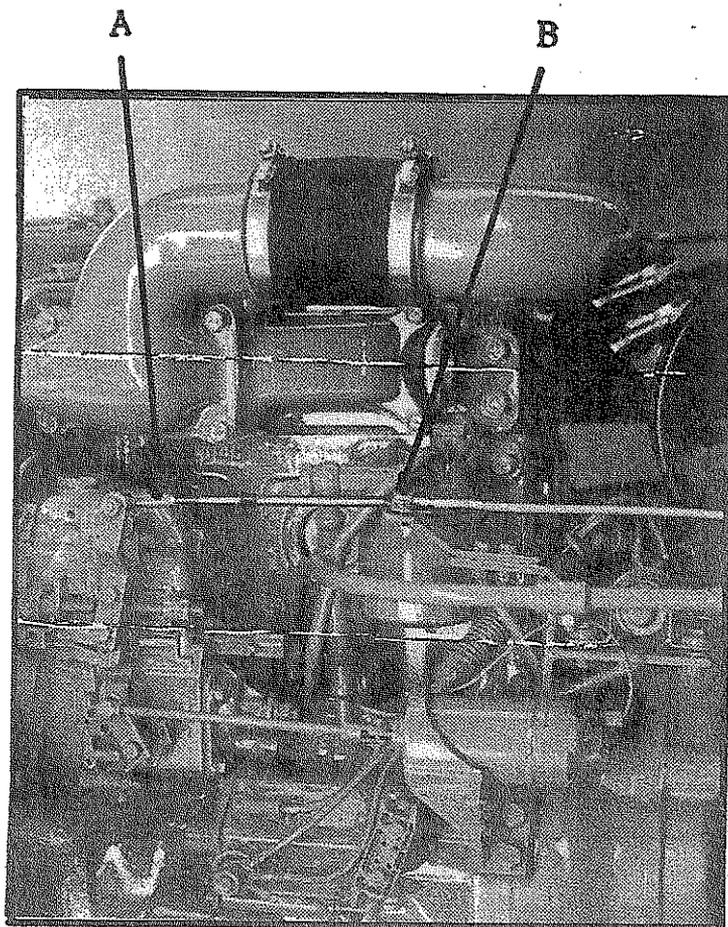

Fig. 7
Conectar el cable de mando a la rótula montada en la palanca (A) y fijar el cable con la abrazadera (B). Ajustar de manera que no empiece a dar gas hasta que haya entrado la marcha del inversor (Fig. 7).